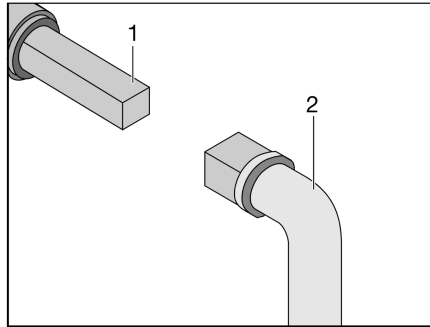

Bild 372 Handhavande avloppsventil
- Sätt nyckeln (Bild 372,2) mot fyrkanten (Bild 372,1).